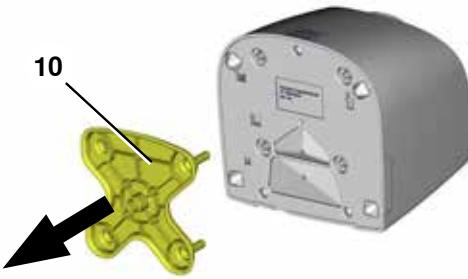

図 2
- ⇒機器裏側の輸送ロック（10、図2）を引き抜き、廃棄します。